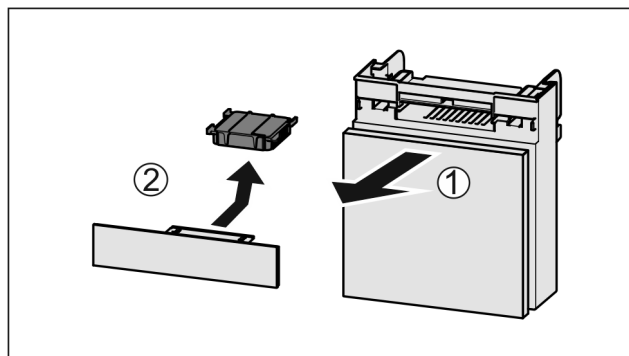

Fig. 120
- Estrarre il vano tirando in avanti Fig. 120 (1).
- Rimuovere il filtro a carboni attivi Fig. 120 (2).